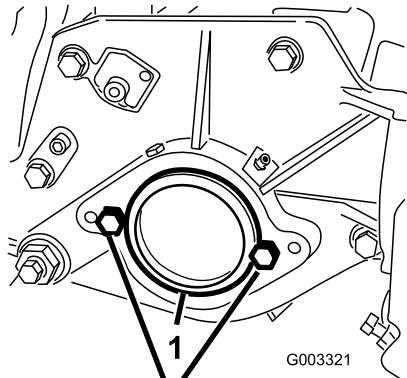

Рисунок 7
2. На правой стороне режущего блока снимите пластиковую заглушку с корпуса подшипника (Рисунок 7).
3. Выкрутите 2 винта с головкой из правой боковой пластины (Рисунок 7).
5. Установите, не затягивая, 2 монтажных винта двигателя барабана в левую боковую пластины режущего блока (Рисунок 7).